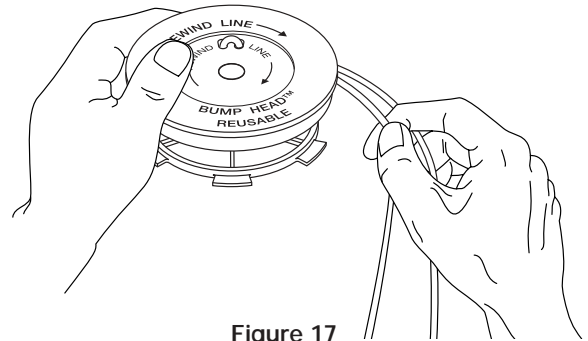

Figure 17
- Enroulez les fils en couches uniformes serrées sur le moulinet (Fig. 17). Enroulez le fil dans le sens indiqué sur le moulinet intérieur. Placez votre index entre les deux fils pour les empêcher de se superposer. Ne superposez pas les extrémités du fil. Passez à l'étape 11.